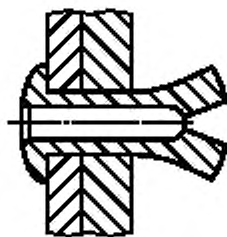

Рисунок 10 — Забивной штифт
2.2.2 забивной штифт (drive pin): Установленный в корпусе заклепки выступающий над головкой заклепки элемент, который после вставления заклепки в отверстия скрепляемых деталей запрессовывается в тело заклепки заподлицо с верхней поверхностью головки заклепки, раздвигая собой конец заклепки и формируя таким образом «слепую» головку (рисунок 10).